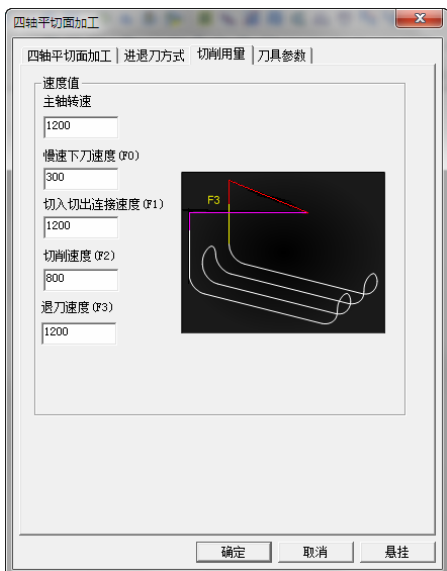

图 8-223 “切削用量”选项卡
3) 单击“切削用量”选项卡, 设置“主轴转速”“慢速下刀速度”“切入切出连接速度”“切削速度”“退刀速度”具体参数数值如图 8-223 所示。